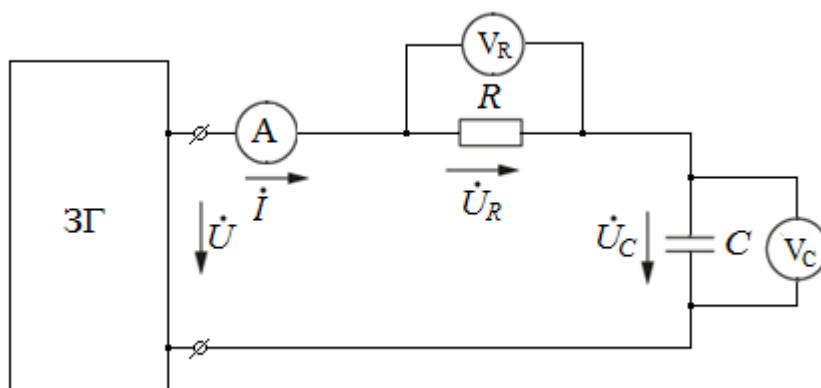

Рисунок 3.2
3.1.5 Для схемы (рисунок 3.2) записать формулы для расчета:
3.2.2 Собрать цепь по схеме (рисунок 3.2), установить параметры цепи согласно заданному варианту (таблица 3.1). Измерить ток, напряжения на входе цепи и на каждом элементе. Результаты измерений занести в таблицу 3.3.
3.3.3 Используя данные таблицы 3.3, построить векторную диаграмму напряжений и токов для схемы (рисунок 3.2). По векторной диаграмме проверить выполнение второго закона Кирхгофа.